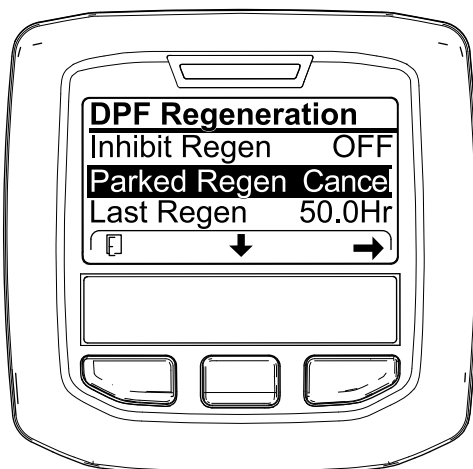
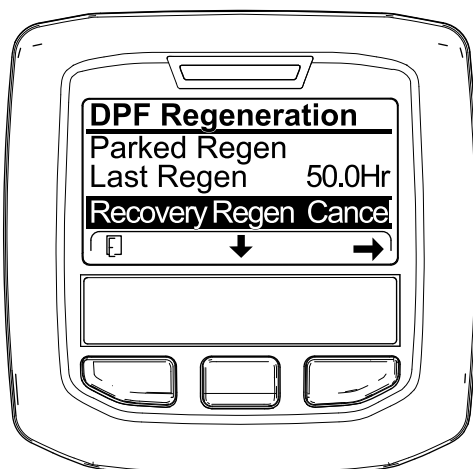

Figure 53
Figure 54
1. Ouvrez le menu DPF Regeneration (régénération du FAP) (Figure 53).
2. Appuyez sur le bouton central pour naviguer jusqu'à l'option PARKED REGEN CANCEL (Figure 53) ou RECOVERY REGEN CANCEL (Figure 54).
3. Appuyez sur le bouton droit pour sélectionner l'option Regen Cancel (annulation de régénération) (Figure 53 ou Figure 54).